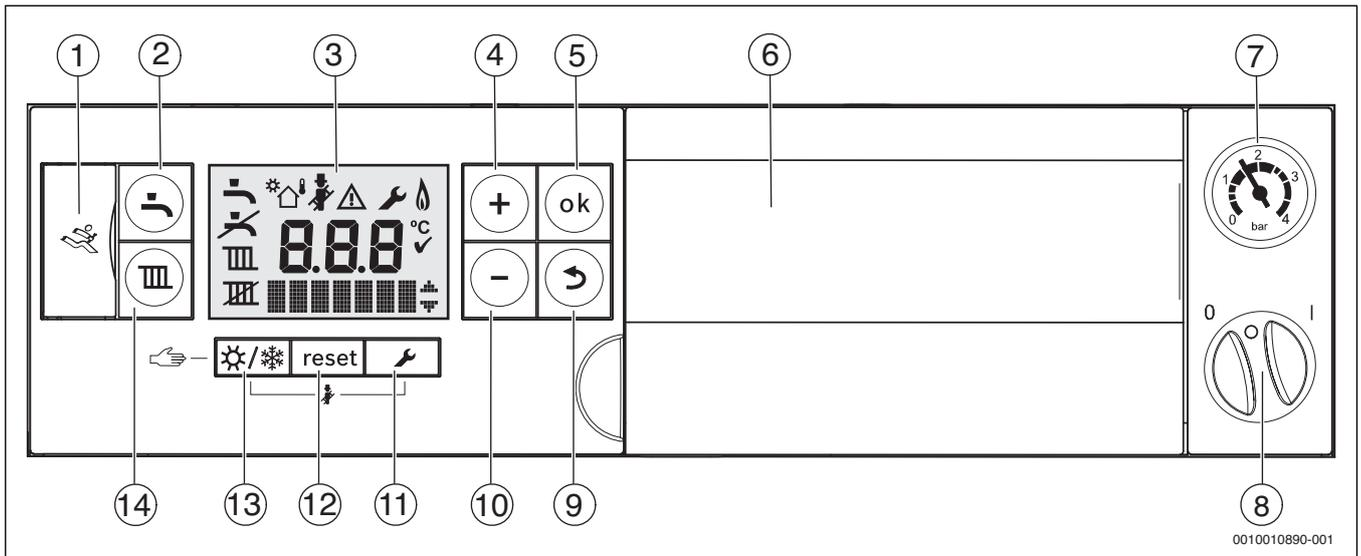

Bild 1 Bedienfeld bei geöffneter Bedienfeldblende
- ▶ Gerät am Ein/Aus-Schalter (→ Bild 1) einschalten. Das Display leuchtet und zeigt nach kurzer Zeit die Gerätetemperatur.
- ▶ Gerät am Ein/Aus-Schalter (→ Bild 1) ausschalten.
Tab. 1 Symbole im Display (→ Bild 1)